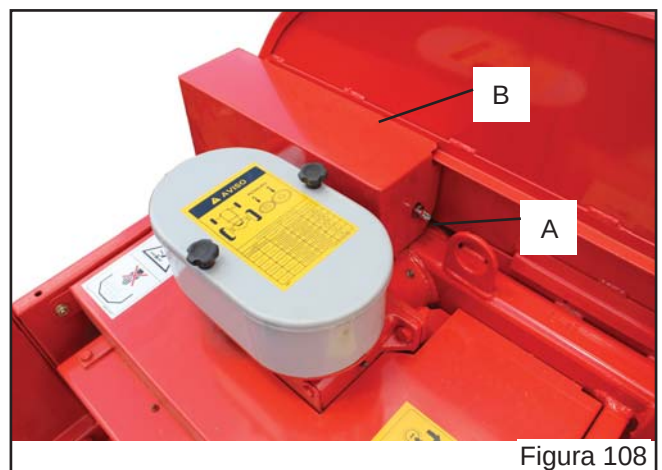

Figura 108
- Retire a porca borboleta ("a" Figura 108), logo em seguida puxe a tampa de proteção ("b" Figura 108);
- Finalmente coloque na posição a tampa de proteção fixando com a porca-borboleta ("a" Figura 108).